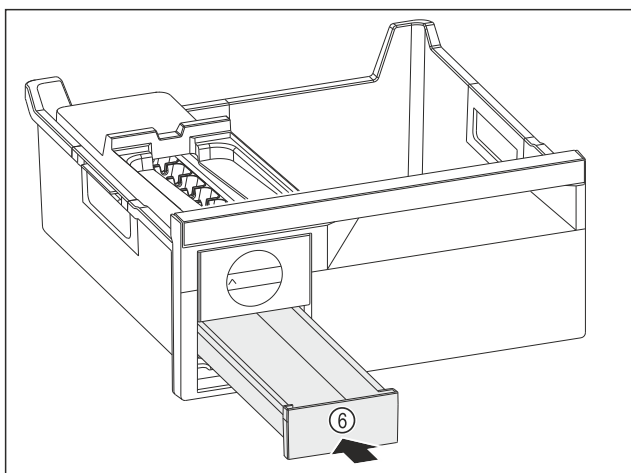

Fig. 117
- ▶ Zásuvku na kostky ledu Fig. 117 (6) zasuňte.